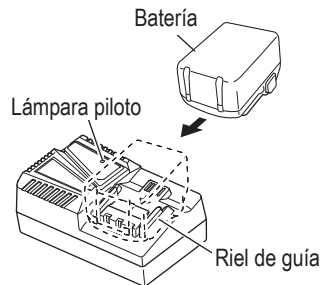

Fig. 7
2. Inserte la batería en el cargador de baterías. Inserte la batería en el cargador de baterías como muestra en la Fig. 7.